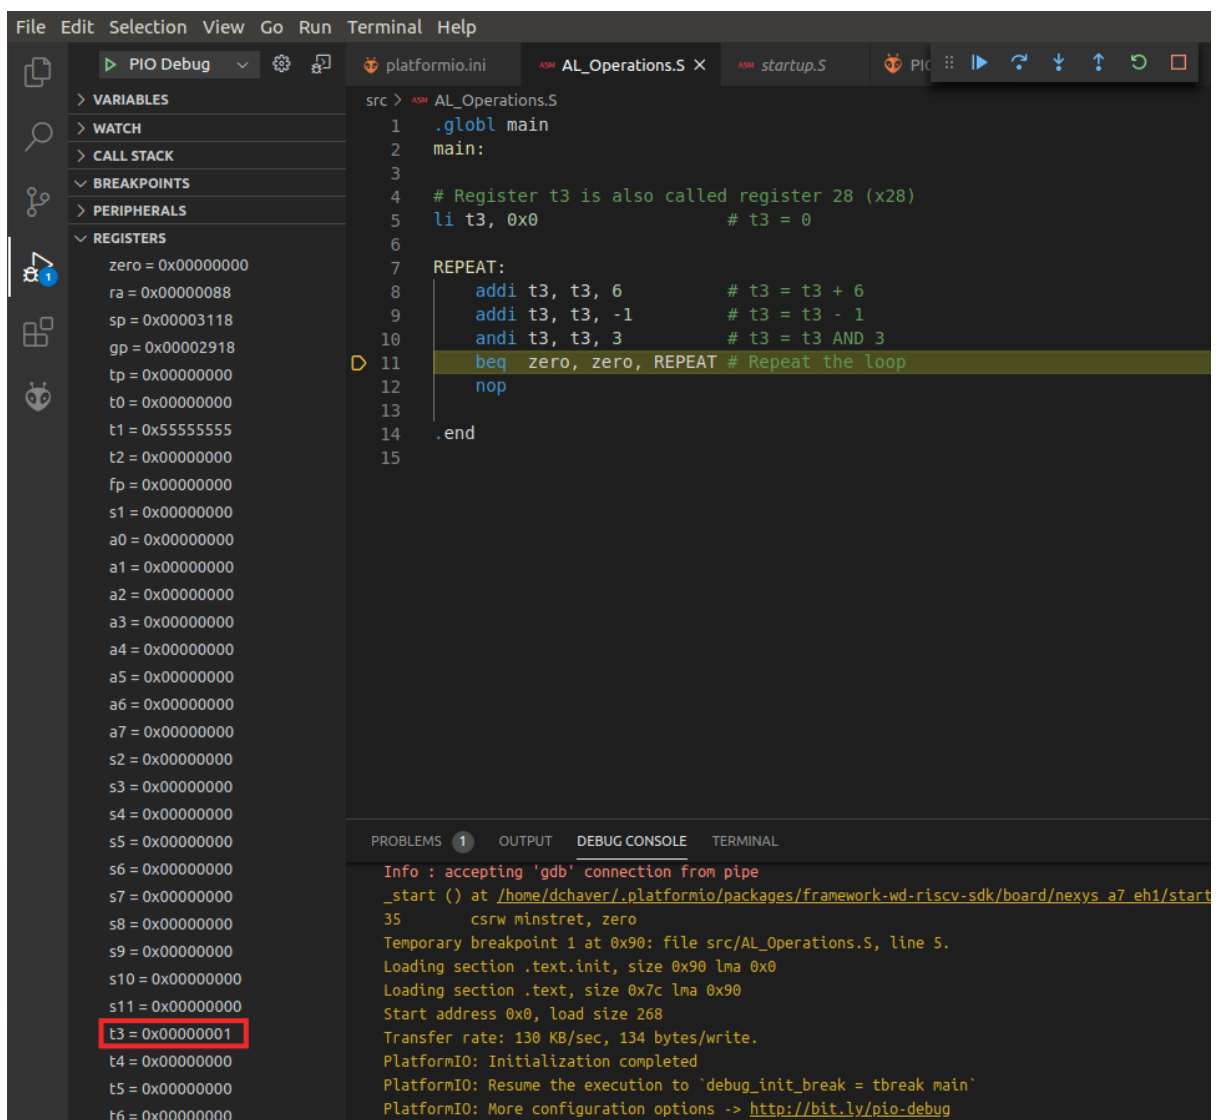

Figura 48. Visualizar o conteúdo dos registos
7. Expanda a opção Registos na barra lateral do depurador e continue a execução passo a passo . Observará que o registo x28 (também designado por t3, como indicado na secção REGISTERS) armazena os resultados das três operações aritméticas e lógicas: *adição*, *subtração* e *AND lógico*. Ver Figura 48.
8. Antes de chamar a função principal (*main*), um ficheiro de arranque, fornecido pela Western Digital em `~/.platformio/packages/framework-wd-riscv-sdk/board/nexys_a7_eh1/startup.S`, é executado. Este ficheiro configura o núcleo: configuração da cache de instruções, inicialização dos registos (como *sp* ou *gp*), etc. Quando a depuração é iniciada, este ficheiro abre-se na janela principal (ver Figura 48), e pode inspecioná-lo lá.